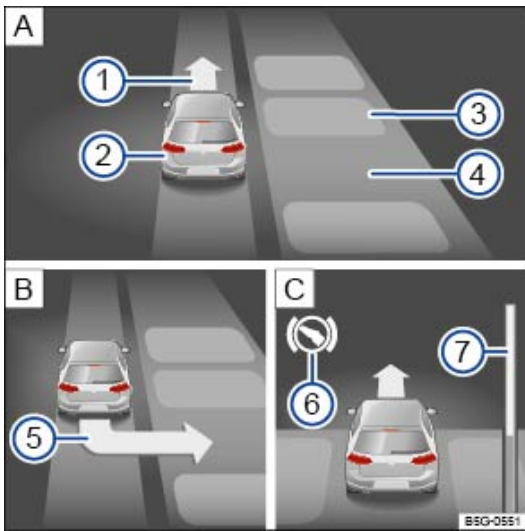

Fig. 131 Sur l'écran du combiné d'instruments : stationnement perpendiculaire à la chaussée.
- Effectuez la manœuvre de stationnement lorsque l'afficheur du combiné d'instruments affiche une invite à stationner le véhicule ⇒ Fig. 131 ⑤ ⇒ Entrée dans une place de stationnement.
Légende de la ⇒ Fig. 131 :
- Freinez lorsqu'un signal sonore de changement de direction retentit, une flèche ⇒ Fig. 131 **A** s'allume, l'affichage s'allume ou un message apparaît.